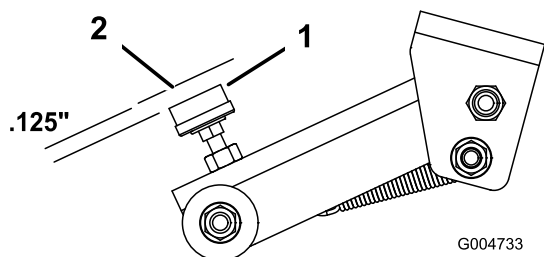

Bild 82
4. Der Abstand zwischen dem Gummikissen der Einstellschraube (Bild 82) und dem Mähwerkriegel sollte 3,2 mm betragen. Wenn der Abstand eingestellt werden muss, lösen Sie die Mutter an der Einstellschraube und stellen Sie sie entsprechend ein. Ziehen Sie die Mutter dann fest.